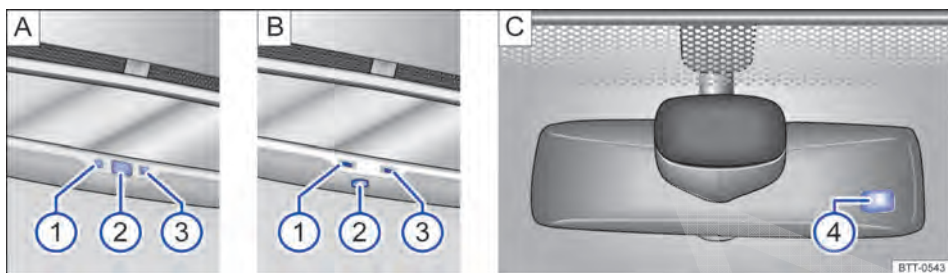

Fig. 101 No para-brisa: espelho retrovisor interno com antiofuscante automático.
Legenda para Fig. 101:
- ① Luz de controle.
- ② Interruptor.
- ③ Sensor para reconhecer a incidência de luz de trás.
- ④ Sensor para reconhecer a incidência de luz da frente.
O antiofuscamento automático pode ser ligado e desligado com o interruptor no espelho retrovisor interno \Rightarrow Fig. 101 A ② ou \Rightarrow Fig. 101 B ②. Com o antiofuscamento automático ligado, a luz de controle \Rightarrow Fig. 101 A ① ou \Rightarrow Fig. 101 B ① se acende.